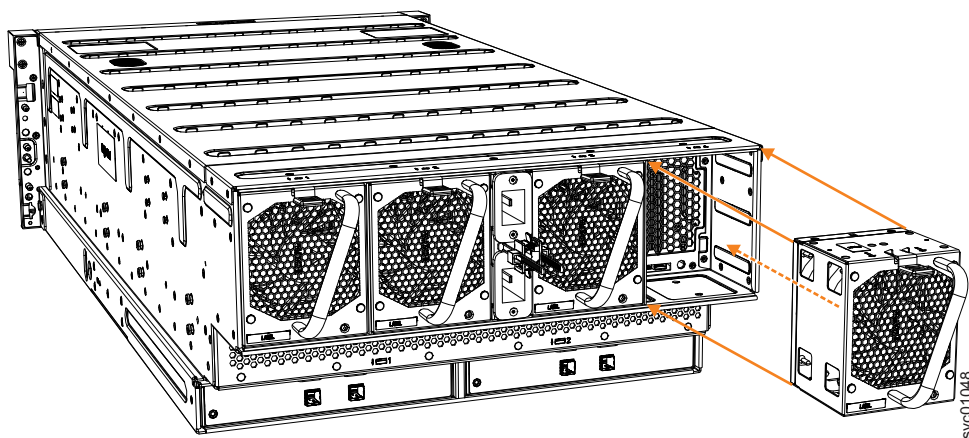

Figure 111. Retrait d'un module de ventilation
3. Utilisez la poignée pour retirer le module de ventilation du châssis du boîtier d'extension, comme indiqué dans figure 111, à la page 125.